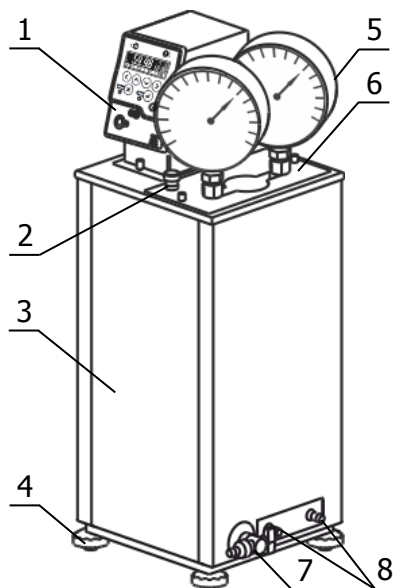

Рисунок 1 — Внешний вид термостата ВТ-Р-01
2.2.2 Установить ванну термостата на горизонтальную поверхность. Добиться горизонтального положения крышки ванны вращением ножек 4 (рисунок 1).
2.2.5 Заполнить ванну термостата теплоносителем через отверстие 4 над рабочей зоной. Температурный диапазон применения теплоносителя должен соответствовать значениям, указанным в 1.2.6. Уровень теплоносителя в ванне поддерживать таким, чтобы при погружении бомб Рейда теплоноситель не переливался через край ванны термостата. Излишки теплоносителя слить с помощью крана для слива теплоносителя 7 (рисунок 1).
2.2.8 Для работы термостата при температурах теплоносителя, близких к окружающей температуре, может потребоваться дополнительное охлаждение с помощью встроенного теплообменника. В этом случае необходимо подключить термостат к водопроводной сети или специальному холодильному устройству при помощи шлангов, присоединенных к штуцерам встроенного теплообменника 8 (рисунок 1). Поток охлаждающей жидкости должен быть равномерным и, по возможности, небольшим. Дополнительное охлаждение не требуется, если температура теплоносителя выше температуры окружающей среды более чем на 15 °С.
2.4.5 Надеть сливной шланг из комплекта поставки на сливной кран 7 (рисунок 1) и закрепить его хомутом. Свободный конец шланга опустить в емкость для сбора теплоносителя объемом, превышающим объем термостата.